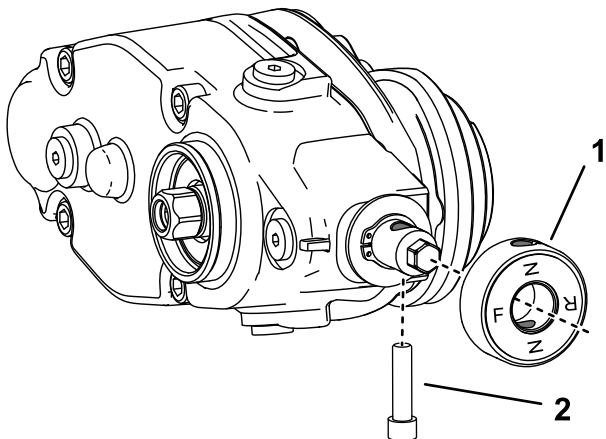

Figure 13
7. Si vous montez le groomer sur le côté gauche de la machine, procédez comme suit (Figure 13) :